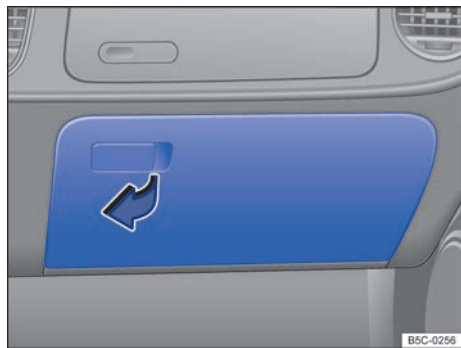

Fig. 122 En el lado del acompañante: abrir la guantera inferior.
- Para *abrir* la guantera, tire de la manilla en el sentido de la flecha → fig. 122.